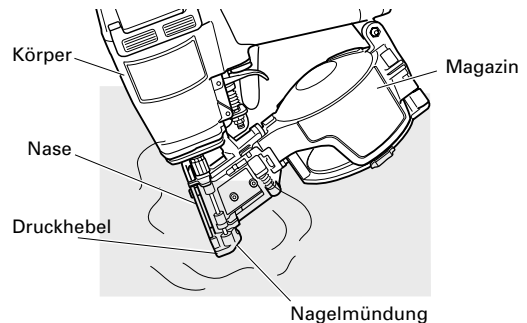

Abb. 15
- (1) Nur den Bereich um die Nagelmündung in Lösungsmittel eintauchen und nicht den Zylinder oder das Magazin eintauchen. (Siehe **Abb. 15**).